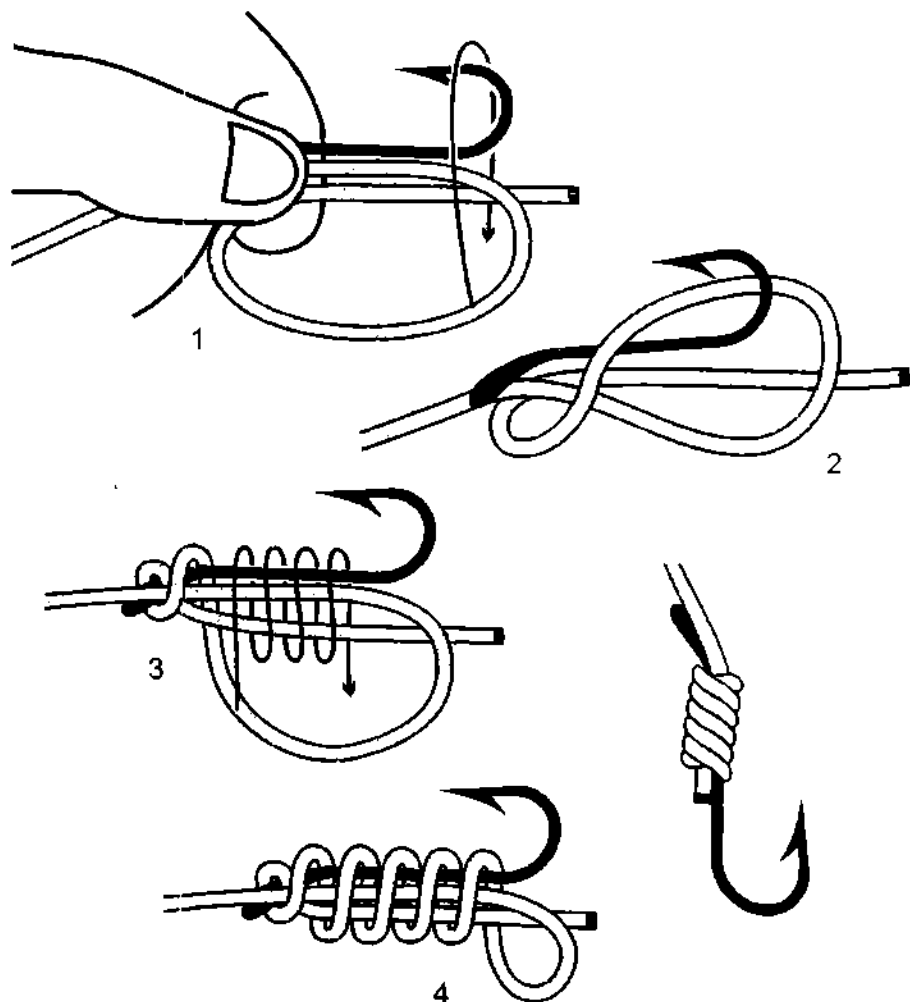

Рис. 742. 2-й способ вязки *питонова узла*. *Питонов узел* с пятью шлагами.
**2-й способ вязки питонова узла.** Чтобы завязать *питонов узел* с большим количеством шлагов, из лески формируется петля диаметром 7-10 сантиметров (рис. 742, 743). На место пересечения лески накладывается крючок. Затем петлём кладутся витки вокруг цевья и лески. Витки должны быть уложены плотно без перехлёстов. Не ослабляя натяжения петли, узел затягивается и сдвигается к лопаточке (к ушку). Конец лески обрезается.